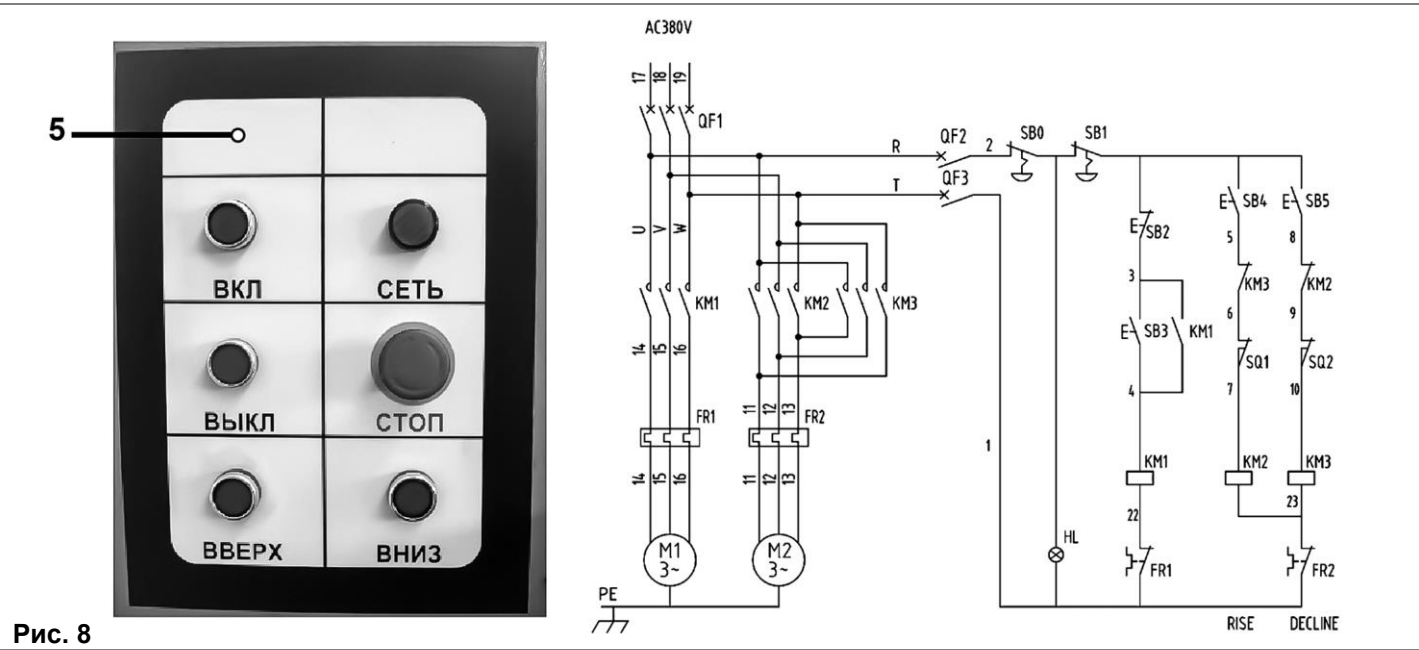

Рис. 8
8.3.1. Для включения станка (Рис. 8, таблица 3):
9. ВКЛЮЧЕНИЕ И ВЫКЛЮЧЕНИЕ СТАНКА (Рис. 8)
9.1.1. Станок оборудован электромеханическим блоком управления (5) (Рис. 8).
Для включения станка необходимо: нажать кнопку «ВКЛ» (Рис. 8).
- нажатием красной кнопки «**ВЫКЛ**» (Рис. 8).
- нажатием красной кнопки «**СТОП**» на блоке управления (5) (Рис. 8)